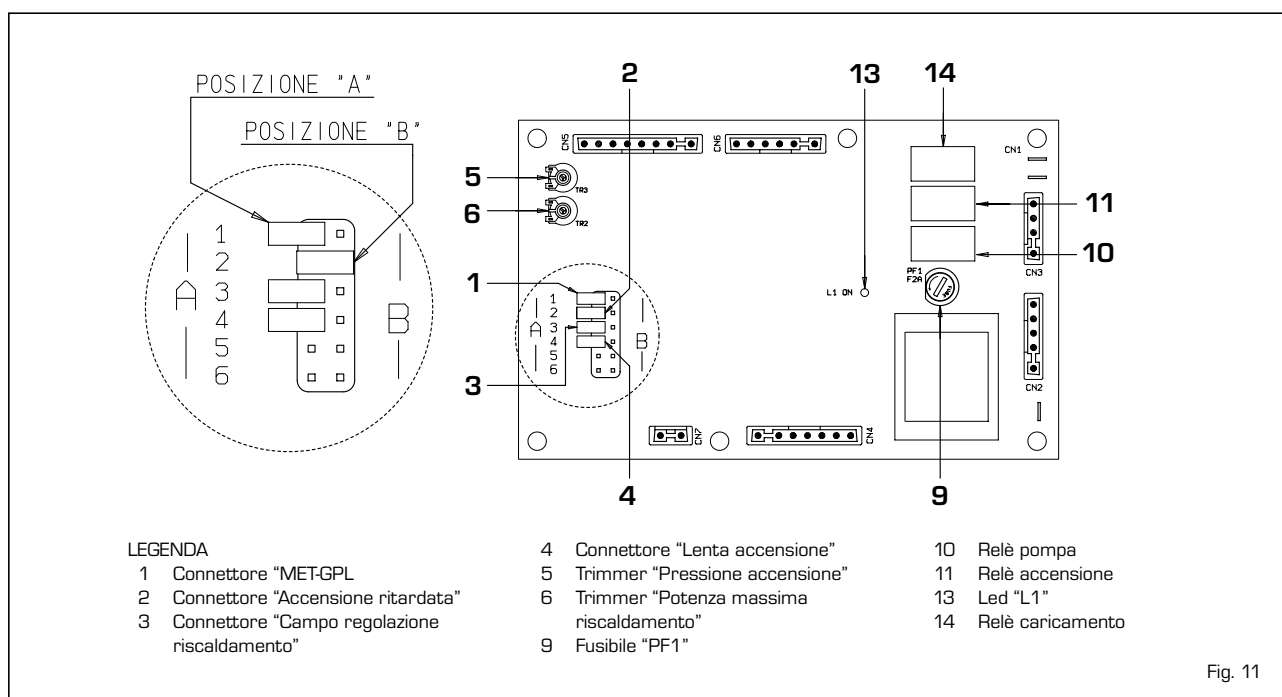

Fig. 11
- **Trimmer "PRESSIONE ACCENSIONE"** (5 fig. 11)
- **Trimmer "POTENZA MASSIMA RISCALDAMENTO"** (6 fig. 11)
- **Connettore "MET-GPL"** (1 fig. 11)
- **Connettore "ACCENSIONE RITARDATA"** (2 fig. 11)
- **Connettore "LENTA ACCENSIONE"** (4 fig. 11)
- **Connettore "CAMPO REGOLAZIONE RISCALDAMENTO"** (3 fig. 11)
- **Led "L1"** (13 fig. 11)
Per modificare la potenza termica, tarata di fabbrica a 16 kW nella vers. "25 BF" e 20 kW nella vers. "30 BF", agire con un cacciavite sul trimmer "potenza massima riscaldamento" (6 fig. 11). Per aumentare la pressione di lavoro ruotare il trimmer in senso orario, per diminuirlo in senso antiorario. Nel momento in cui la temperatura rilevata dalla sonda corrisponderà al valore selezionato sul tasto del comando remoto, la caldaia sarà già a fiamma minima e, a quel punto, avverrà lo spegnimento del bruciatore. Per facilitare la ricerca di adeguamento potenza riscaldamento sono disponibili i diagrammi pressione/potenza per diversi gas (figg. 14-14/a-14/b).
- Sfilare il collettore bruciatori (5).
- Sostituire gli ugelli principali (6) e la rondella in rame (4) con quelli forniti nel kit; per eseguire tale operazione usare una chiave fissa da 7.
- Spostare il ponte del connettore "MET-GPL" della scheda sulla posizione corrispondente al gas utilizzato (1 fig. 11).